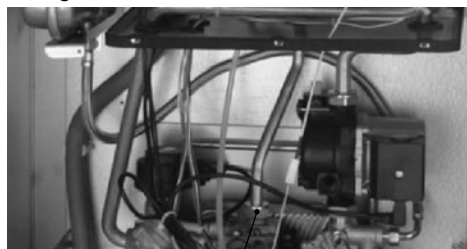

Figura 8.1
- Svitare il girello A del tubo gas (Figura 8.1 )
Attenzione per rimontare eseguire le operazioni effettuate in senso inverso, stando attenti a non rovinare la guarnizione OR del tubo gas quando si inserisce il tubo nell'aerotech ed eseguire la prova di tenuta gas dopo aver stretto il girello del tubo gas (Figura 8.1).